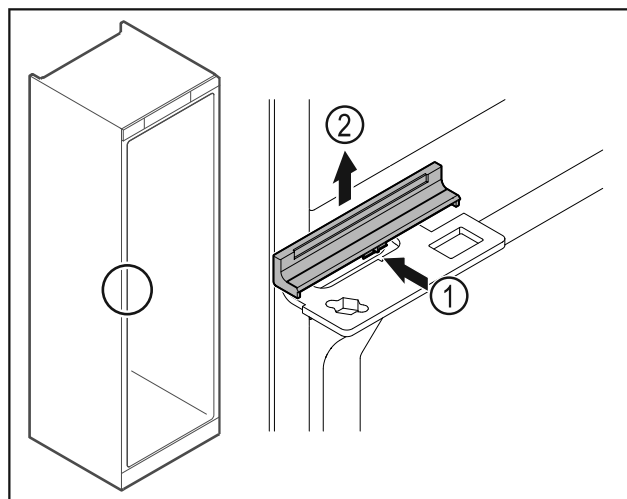

Fig. 38
- Kryt Fig. 38 (1) uprostřed mírně stiskněte a vyjměte směrem nahoru Fig. 38 (2).